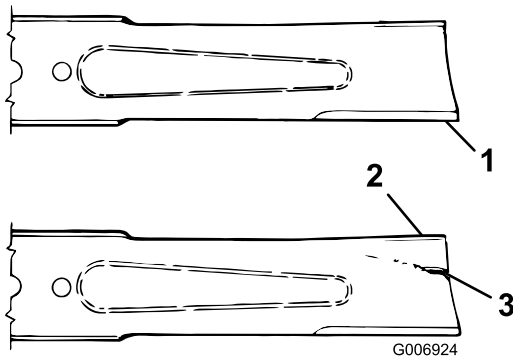

Bild 66
3. Prüfen Sie die Schnittkanten des Messers sorgfältig, insbesondere dort, wo die geraden Flächen die gebogenen berühren (Bild 66).
4. Wenn Sie Abnutzungen (Bild 66) feststellen, sollten Sie das Messer auswechseln, siehe Warten des Messerniveaus (Seite 54)